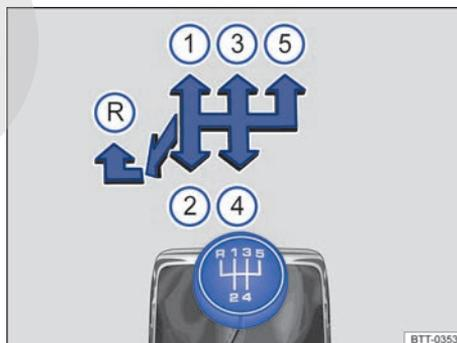

Fig. 110 Esquema de cambios de la transmisión manual de 5 marchas.
Las posiciones de cada marcha están representadas en la palanca de cambios → fig. 110. ▶
- Empujar la palanca de la transmisión totalmente hacia la izquierda y después hacia adelante hasta la posición de la marcha atrás → fig. 110 (R).